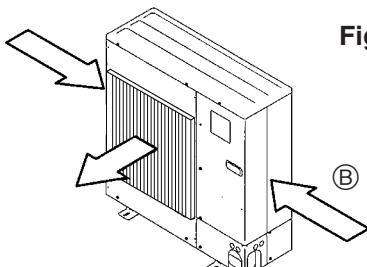

Fig. 2-5
- ③ Plaats het apparaat indien mogelijk zo dat de luchtauitlaat in dezelfde richting blaast als de seisoenwinden. (Fig. 2-5)